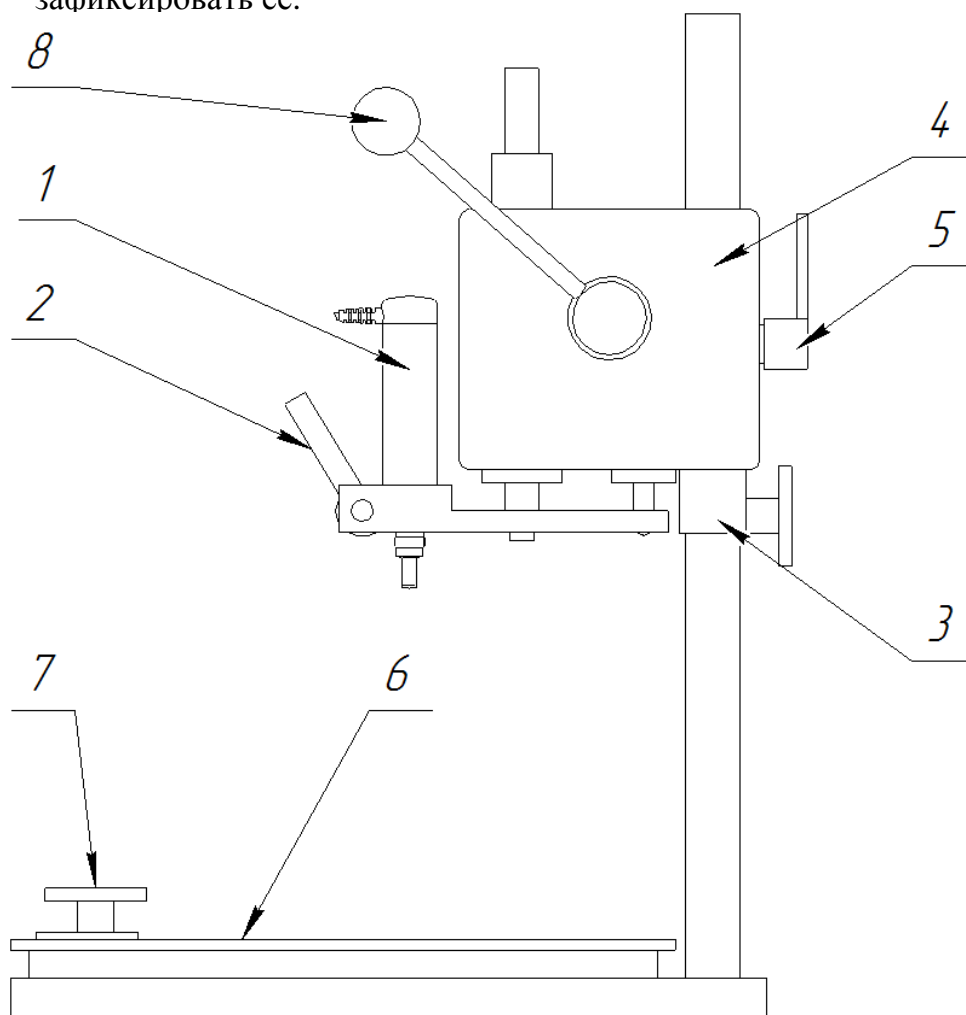

Рис. 1. Крепление преобразователя в штативе.
- 4.1.1. Установить преобразователь 1 в стойку (рис. 1), закрепить его с помощью зажимного рычага 2 (рычаги 2 и 5 оснащены механизмом для установки удобного положения рычагов, для этого необходимо потянуть рычаг в бок и повернуть его).